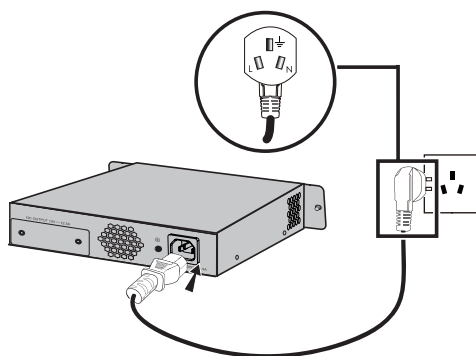

图3-9 TL-RPS150连接电源线示意图
4. 使用TL-RPS150中配送的交流电源线连接TL-RPS150的交流输入接口与电源插座，如图3-9所示。